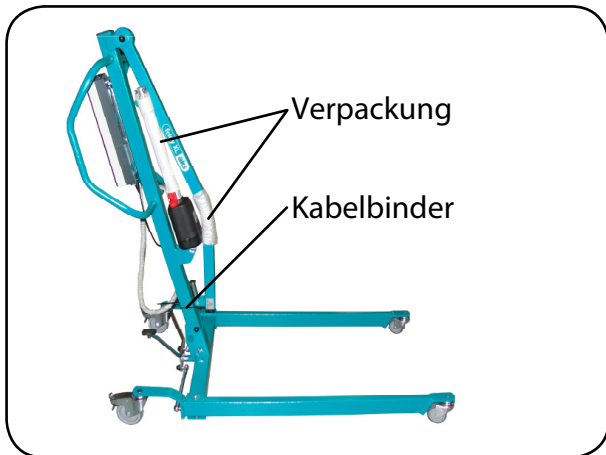

**Abb. 6.1.08 - Montage der SL-Sicherung am Bolzen**
- Sichern Sie den Bolzen mit der SL-Sicherung, indem Sie die SL-Sicherung in die Nut am Ende des Bolzens schieben. Dabei gleitet das gebogene Ende der Lasche über die Fase des Bolzens (Abbildung 6.1.08).